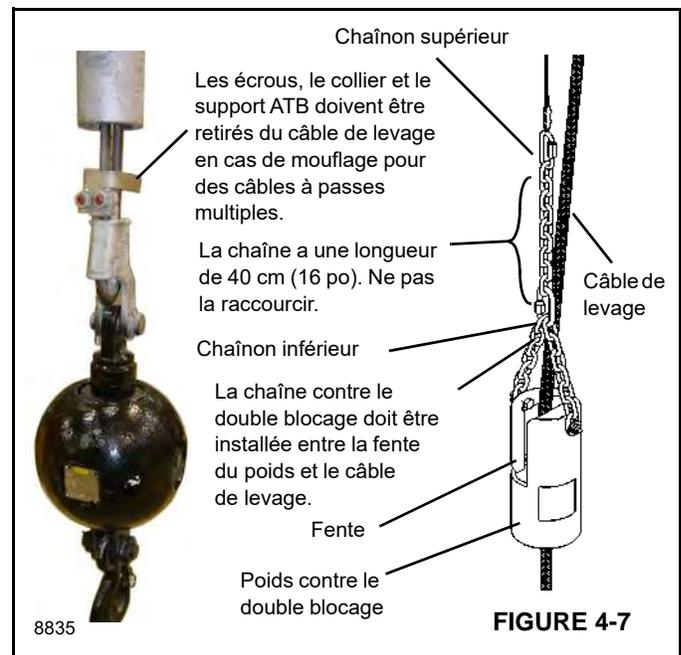

FIGURE 4-7
5. Débrancher le connecteur du câble ATB/RCL (12, Figure 4-4) de l'arrière du bras. Rebrancher le connecteur de l'interrupteur ATB/RCL à la pointe de la flèche. Déplacer l'ensemble poids/chaîne jusqu'à la pointe de la flèche (voir Figure 4-7).
1. Si nécessaire, débrancher le connecteur du câble ATB/RCL de l'arrière du bras. Rebrancher le connecteur de l'interrupteur ATB/RCL à la pointe de la flèche. Déplacer l'ensemble poids/chaîne jusqu'à la pointe de la flèche (Figure 4-7).
Pour empêcher le câble de levage de glisser hors du poids ATB, créer celui-ci comme illustré à la Figure 4-7.
NOTE : Les écrous, le collier et le support ATB doivent être retirés du câble de levage pour moufler ce dernier sur les poulies de moufle à crochet et de nez de flèche en cas de mouflage pour des câbles à passes multiples comme illustré sur la Figure 4-7. Remettre le collier et les écrous sur le câble avant de procéder à un levage de charge.
NOTE : Le support ATB est destiné à un usage avec câble en passe unique uniquement. Lors du passage d'un câble en passe unique à un câble à passes multiples, le support ATB illustré à la Figure 4-7 doit être enlevé du câble de levage pour que ce câble puisse être mouflé avec l'accouplement à clavette à travers les poulies du nez de flèche et du moufle à crochet. Remettre le collier et les écrous sur le câble avant de procéder à un levage de charge.